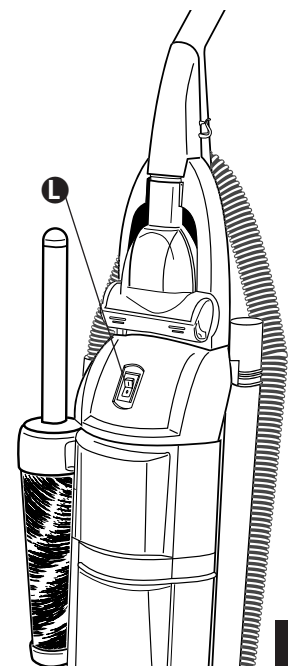

FIG. 7
ON/OFF Switch **L**. International symbol **I** means On, International symbol **O** means Off (FIG. 7).
Sélecteur Marche/Arrêt . Le symbole international (I) signifie « Marche ». Le symbole international (O) signifie « Arrêt » (FIG. 7).
Interruptor de corriente . El símbolo internacional I significa prendido, el símbolo internacional O significa apagado (FIG. 7).